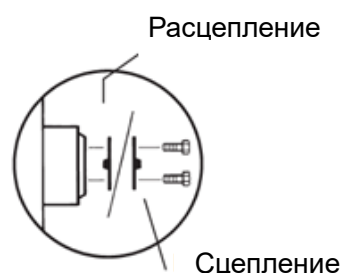

Рис. 10-1 Отпускание тормоза
- 2) Чтобы отпустить колесные тормоза, перевернуть все разделительные крышки втулки управляемого колеса, как показано на Рис. 10-1.